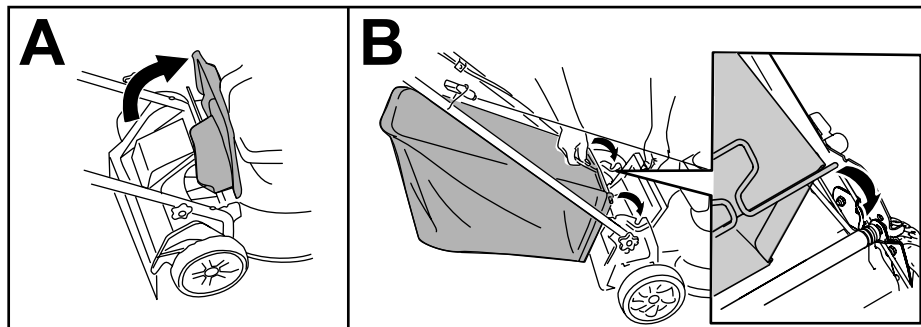

Figure 13
1. Soulevez le déflecteur arrière (A de Figure 13).
2. Insérez les extrémités de la tige du bac à herbe dans les crans des supports du guidon (B de Figure 13).